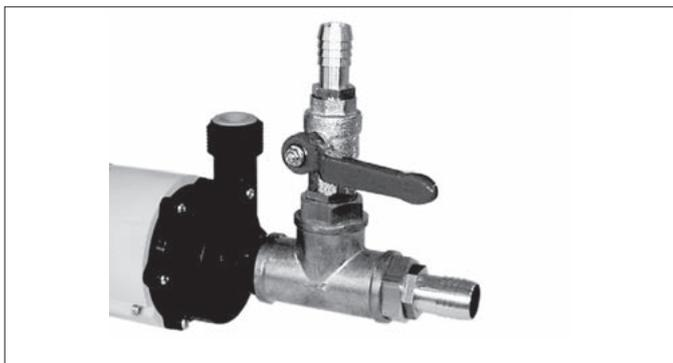

рис.20 Штуцер для заполнения
- ▶ Установите штуцер для заполнения на входе / на стороне всасывания насоса холодной воды. См. рис.20.